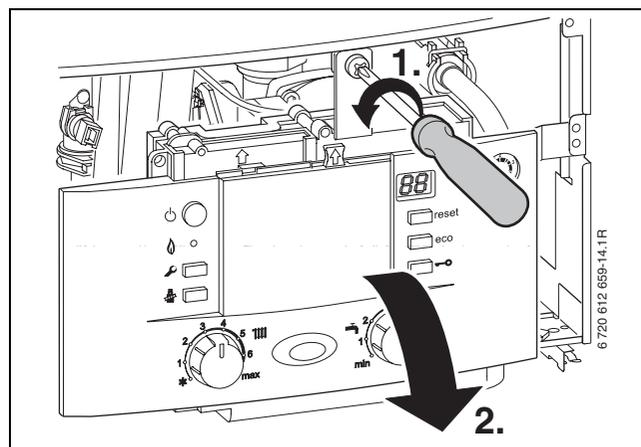

Fig. 17
- ▶ Svitare la vite di fissaggio (→ rif. 1, fig. 17) e far ruotare il cruscotto comandi verso il basso.